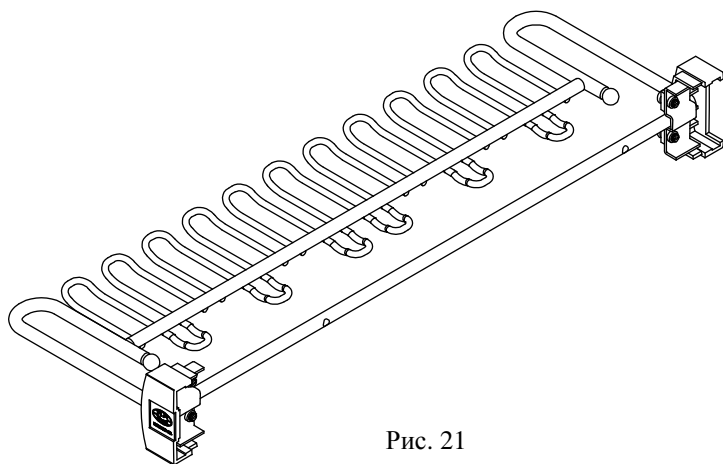

Рис. 21
3. Настроить раму вешалки согласно Рис. 21,
4. Вмонтировать заклепку в квадратном гнезде переднего оснащения, а потом завинтить оснащения согласно Рис. 21. Недокручивая болты, закрепить оснащения, оставляя возможность просторного их передвижения.